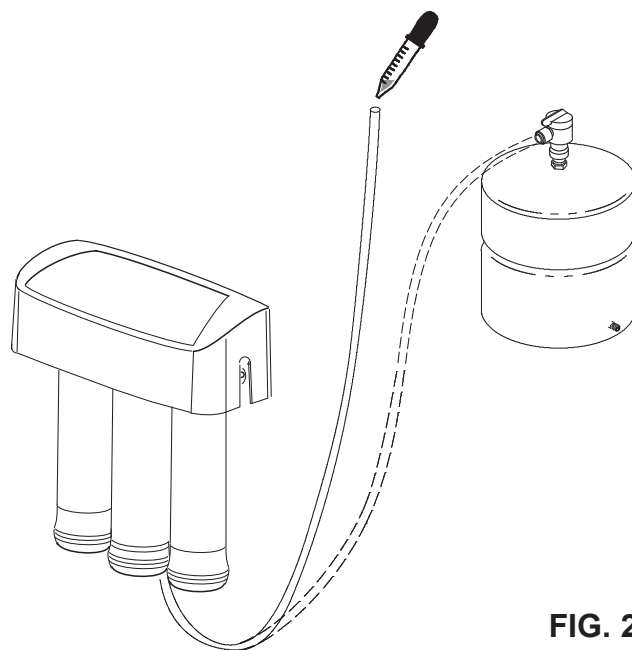

FIG. 24
Suivez les étapes suivantes pour désinfecter le système. Voir la figure 24.
4. Versez 3 ml d'agent de blanchiment dans l'extrémité du tuyau du réservoir jaune. Utilisez l'agent de blanchiment en suivant les recommandations du fabricant du produit. Voir la figure 24.